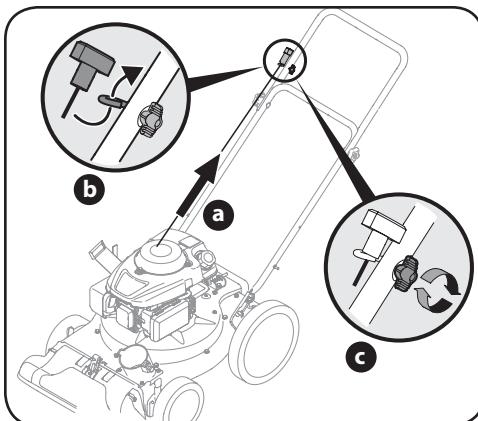

Figura 3-3
- b. Deslice la cuerda de arranque en la guía. Ajuste la tuerca a mariposa. Vea la Figura 3-3.